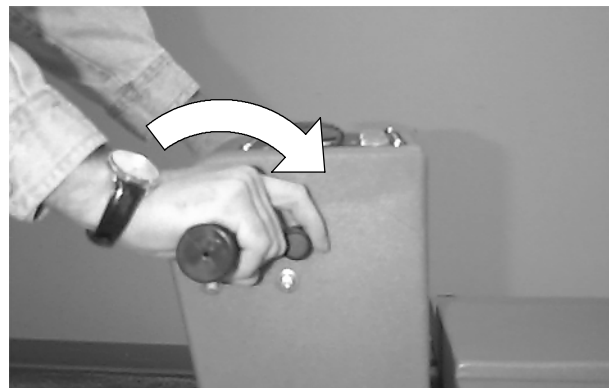

FIG. 13
4. Tournez les poignées de commande vers l'avant pour commencer à polir. Tournez progressivement le bouton de commande de la vitesse pour l'amener sur la vitesse de nettoyage souhaitée. (Figure 13).